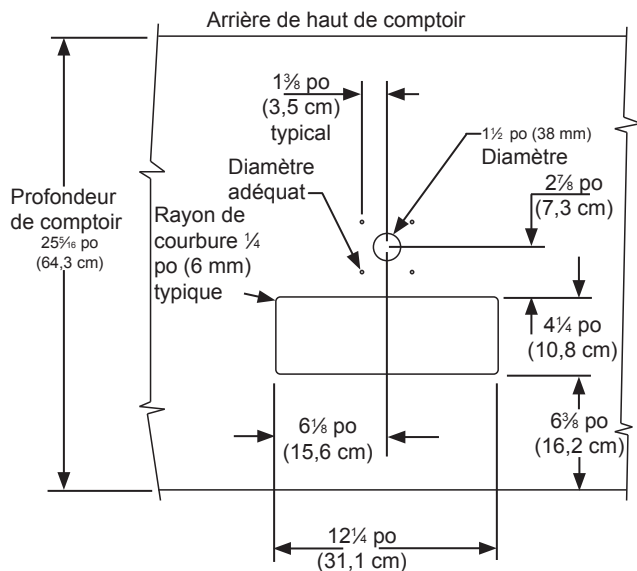

Figure 39
4. Si vous installez votre réfrigérateur à fûts sous un comptoir, vous devrez percer 5 orifices dans le dessus de comptoir pour y monter la tour. Le premier de ces orifices fait $1\frac{1}{2}$ po de diamètre au centre de l'emplacement de la tour, pour la conduite de bière, à situer à environ $13\frac{1}{2}$ po (34,3 cm) du bord avant du haut de comptoir (sur la base d'une largeur de comptoir standard de $25\frac{5}{16}$ po). Ensuite vous percez 4 orifices de montage selon les dimensions de la Figure 39. Leur diamètre dépend du matériau du haut de comptoir et de l'éventuelle nécessité de chevilles. Les vis fournies sont dans le paquet de la littérature, ce sont des vis en acier inox type AB de 10 x 1 po. Marquez et réalisez la découpe pour le puisard de drainage. Une fois les orifices percés et le réfrigérateur pour fûts en place sous le dessus de comptoir, passez la conduite de bière au travers du joint de la tour, dans le orifice de $1\frac{1}{2}$ po dans le dessus de comptoir, et le orifice en haut du réfrigérateur pour fûts. Montez la tour sur le dessus de comptoir avec les 4 vis fournies. Placez le puisard de drainage, tiré du paquet de littérature, dans la découpe rectangulaire avec son encoche ronde vers l'arrière contre la tour, et placez la grille dessus.
Les dimensions de découpe montrées en Figure 39 sont basées sur un haut de comptoir de profondeur $25\frac{5}{16}$ po (64,3 cm). Votre comptoir peut avoir une dimension différente et nécessite un autre positionnement d'avant à arrière. Référez-vous aux dimensions de produit en pages 8 et 9 pour déterminer les mesures requises.